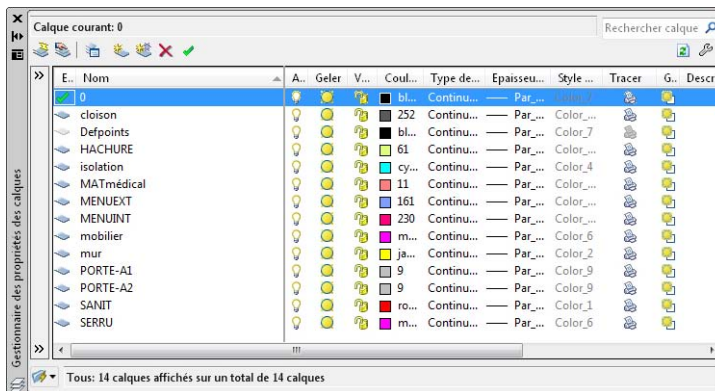

Figure 4.39
6. Complétez le jeu de calques (voir Figure 4.39). Dans cet exemple la stratégie adoptée est d'ordre constructif. Nous avons choisi d'associer chaque calque à un élément de la construction ou un corps d'état (le mur, la cloison, le mobilier, etc.).
Le calque « Défpoints » (voir Figure 4.39) est un calque système à part. Il a pour propriété de ne pas apparaître à l'impression. On l'utilise, par exemple, pour dessiner le contour des surfaces ou tout autre élément dont on souhaite avoir l'information sans qu'elle soit visible à la mise en pages et à l'impression.